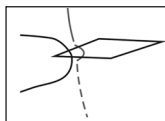

Figura 6
- a) Deslice el enhebrador por el último punto. (Vea la Figura 6)